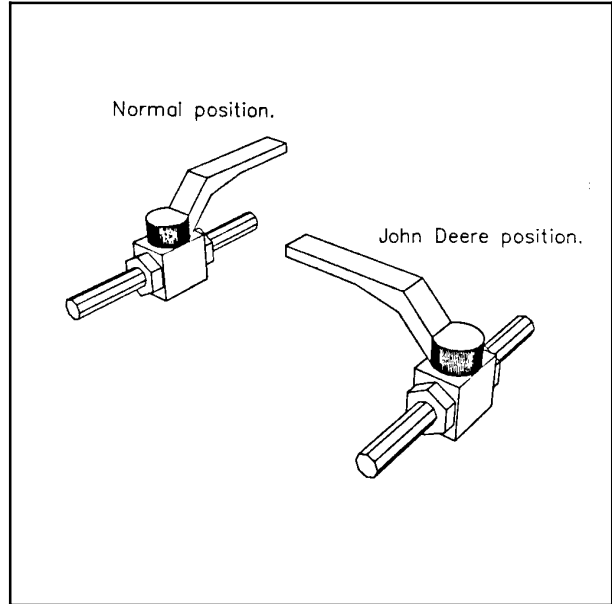

Fig. 4-5
L'électrovanne à bille permet de choisir entre ces deux systèmes hydrauliques. La plupart des tracteurs disposent d'une pompe hydraulique qui génère une quantité identique d'huile à chaque rotation (circuit ouvert). L'électrovanne doit dans ce cas rester en position ouverte. Certains tracteurs (notamment ceux de la marque John Deere), sont équipés d'une pompe à débit variable (circuit fermé). L'électrovanne à bille doit être mise en position fermée. (Voir fig. 4-5).
6. Retirez la broche de verrouillage qui fixe le bras rotatif au châssis pendant le transport. (Voir fig. 4-5).